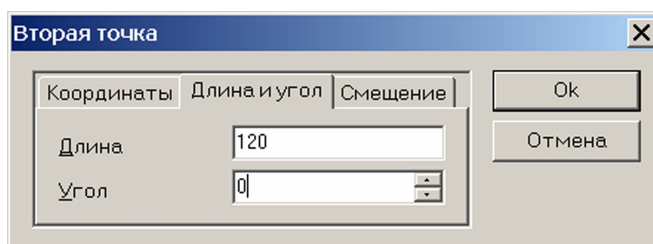

Рис. 5.1.3. Ввод параметров отрезка с клавиатуры
- на вкладке **Длина и угол** открывшегося диалогового окна **Вторая точка** (рис. 5.1.3) задать длину создаваемого отрезка и угол его наклона относительно горизонтальной оси. При первоначальном открытии диалогового окна **Вторая точка** в его полях ввода записаны текущие значения длины и угла динамического объекта.